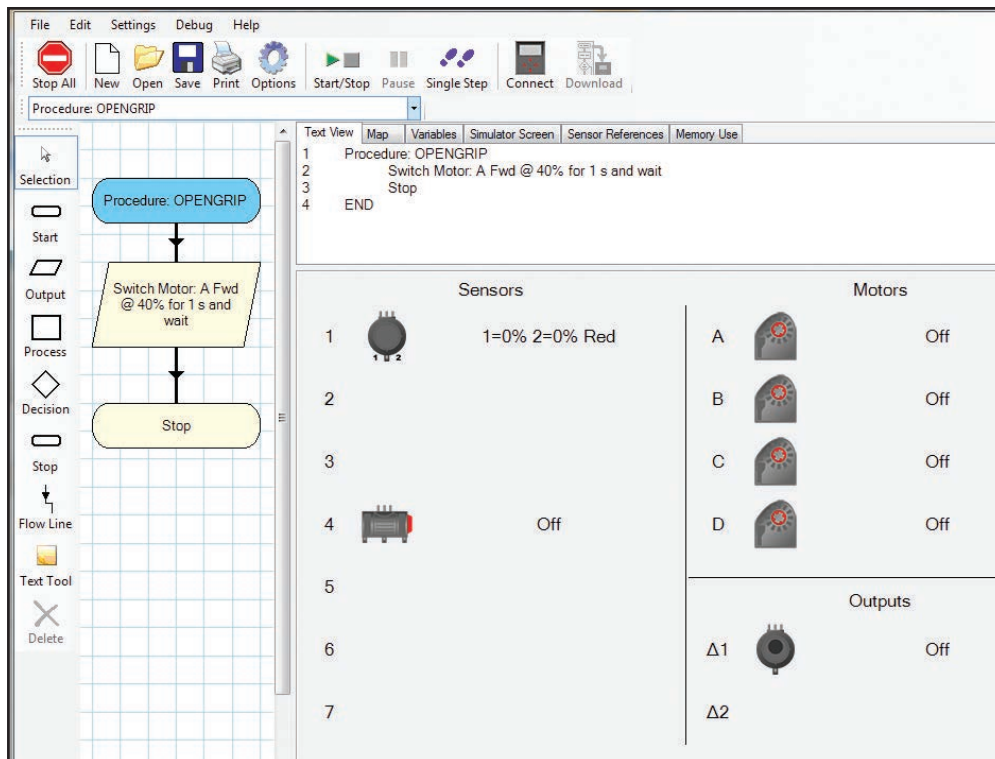

Figure 4c : Procédure « OPENGRIP [Desserrer prise] »
- La Figure 4c montre le flux logique « OPENGRIP [Desserrer prise] » où le moteur A is tourne en arrière à 40 % de puissance pendant 1 seconde pour faire lâcher la balle par le Robot.